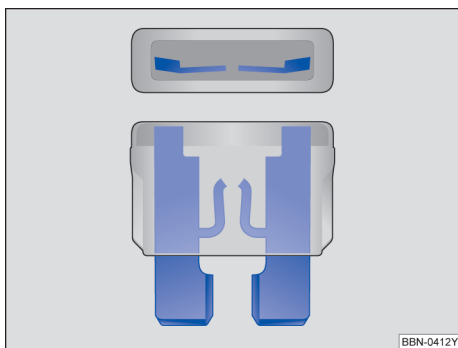

图 119 烧断的保险丝：扁平插入式保险丝
- 烧断的扁平插入式保险丝 (ATO®、MINI®、MAXI+®) 可从上面和侧面透过透明外壳通过熔断的金属条来识别 → 图 119。